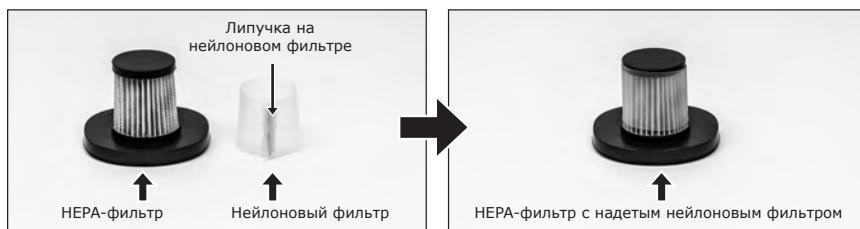

рис.1
6.1.1 Убедитесь, что нейлоновый фильтр установлен на HEPA-фильтр (нейлоновый фильтр устанавливается на HEPA-фильтр с помощью липучки (рис.1)).